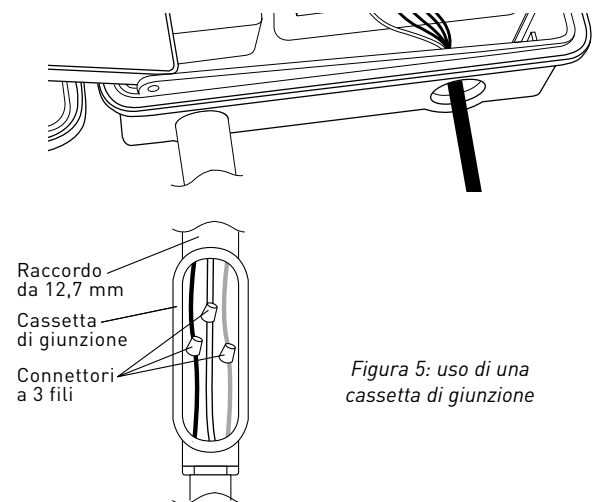

Figura 5: uso di una cassetta di giunzione
Luoghi esterni – Se vi è un interruttore differenziale coperto, inserire il cavo elettrico in una presa di corrente da 110V. Se non vi è alcuna presa di corrente, sarà necessario installare i fili definitivamente [*vedi la figura 5]
- Collegare la cassetta di giunzione al timer utilizzando un raccordo di 12,7 mm [cassetta di giunzione e raccordo non inclusi]. [Vedi Figura 5] Collegare la fonte di alimentazione all'entrata della cassetta di giunzione, rispettando i codici locali vigenti.